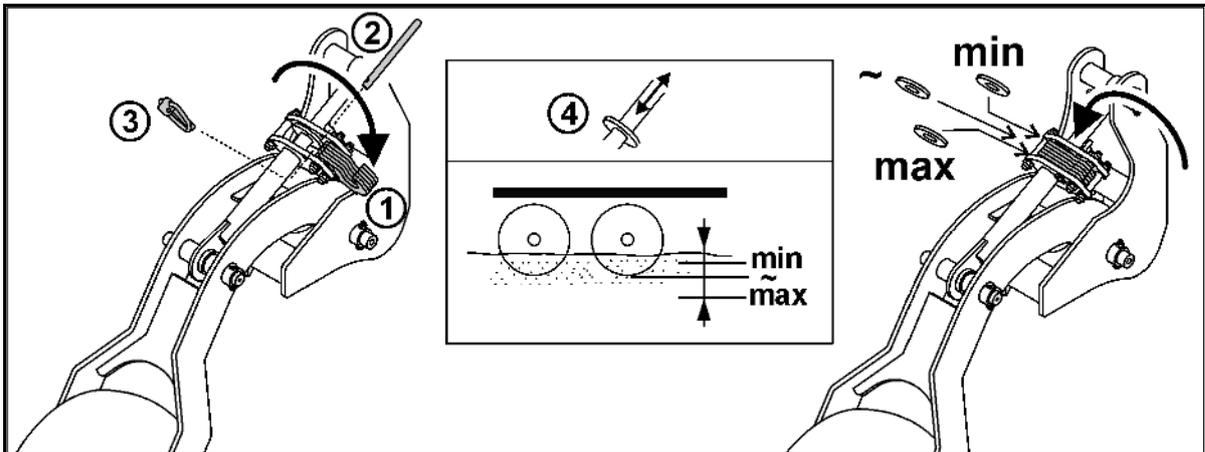

Fig. 26
Vor der Einstellung den Sicherungsbolzen (Fig. 26/2) ziehen.
Nach der Einstellung die Distanzelemente (Fig. 26/1) mit Sicherungsbolzen fixieren und mit Klappstecker (Fig. 26/3) sichern.
2. Hintere Distanzelemente herausschwenken (von der Anschlagsscheibe (Fig. 26/4) beginnend, an beiden Auslegern).
2. Vordere Distanzelemente herausschwenken (von der Anschlagsscheibe (Fig. 26/4) beginnend, an beiden Auslegern).